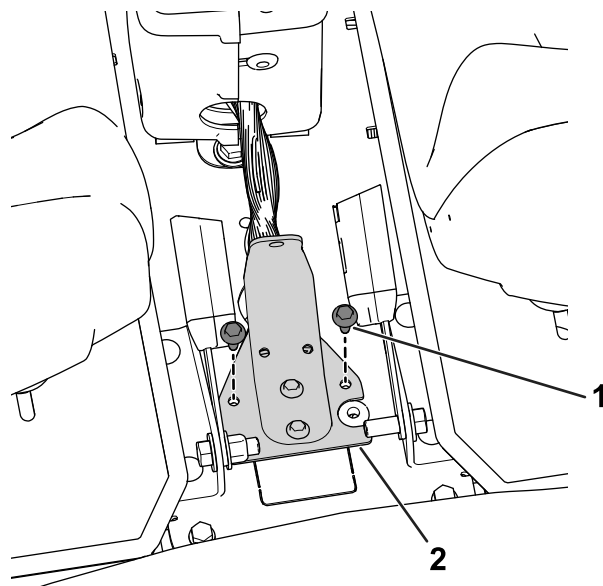

Figura 31
3. Utilizzate i bulloni rimossi in precedenza per fissare la base del cablaggio alla consolle (Figura 31).